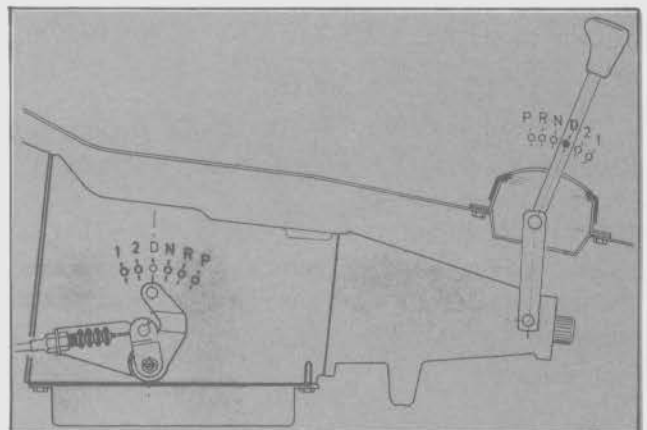

Fig. 5 - Posiciones de la palanca (D) durante el ajuste
- Posicionar la palanca de la válvula manual en la posición "D", la cual corresponde al tercer encastre visto desde la parte delantera de la caja (Fig. 5).
- Comprobar que la palanca selectora se encuentre en la posición "D" (Fig. 5).